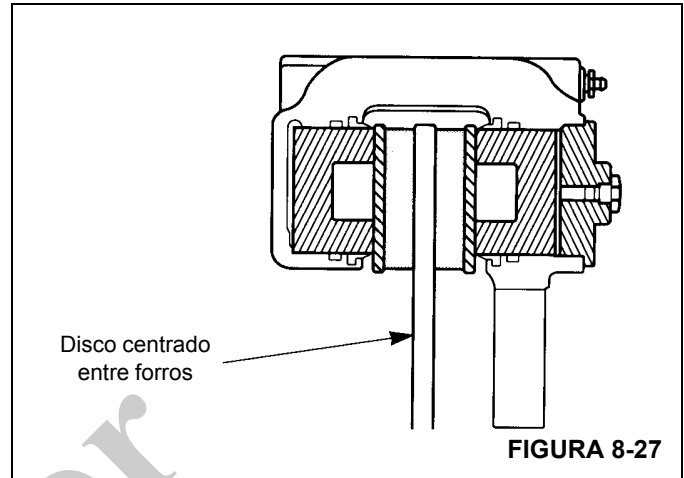

FIGURA 8-27
- b. Los suplementos deberán ser de acero, rectificadas hasta quedar planos y paralelos y deberán cubrir toda la superficie de montaje del cubo o de la caja. Los forros deberán moverse libremente en la caja y entre las placas terminales (Figura 8-27).